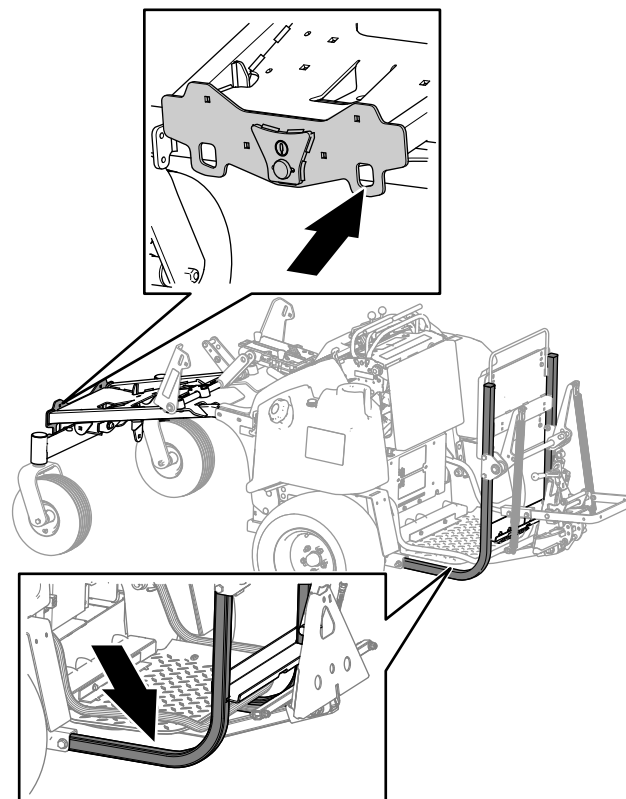

Figure 61
8. Arrimez la machine au niveau du cadre avant et du cadre de l'accessoire arrière (Figure 61) à l'aide de sangles, chaînes, câbles ou cordes.